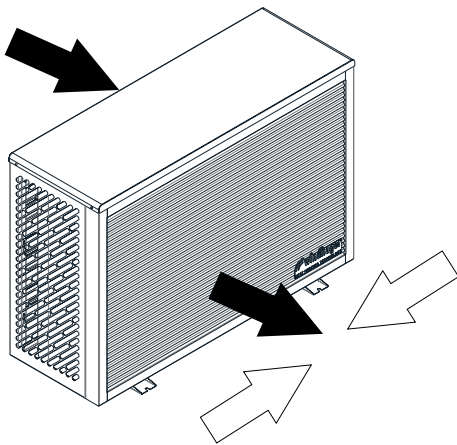

Fig.3 Hauptwindrichtung zur Ausblasrichtung
- Die Hauptwindrichtung darf nicht gleich der Richtung der Auslassluft sein, sondern soll in einem Winkel von 90° auf die Auslassluft wirken – Fig. 3.